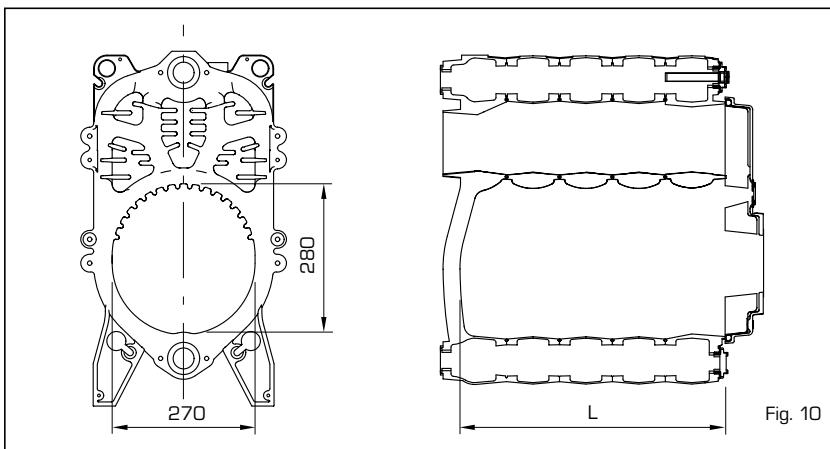

Fig. 10
3.1 DIMENSIONI CAMERA COMBUSTIONE (fig. 10)
La camera combustione è del tipo a passaggio diretto ed è conforme alla norma EN 303-3 allegato E. Le dimensioni sono riportate in fig. 10. Un apposito pannello di protezione è applicato sulla parete interna della testata posteriore di tutti i modelli.